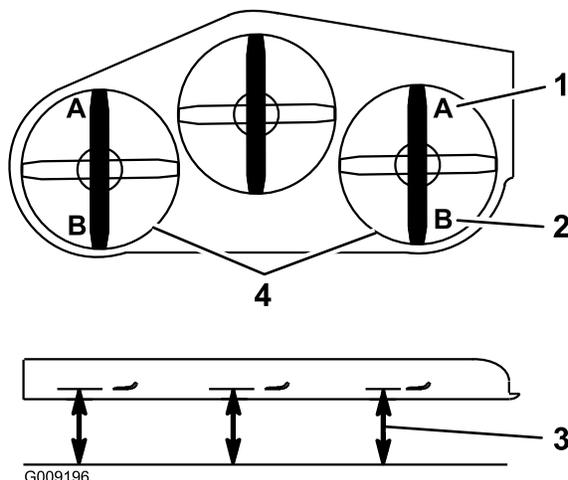

Figure 85
9. De chaque côté du tablier de coupe, mesurez la distance entre la surface plane et la pointe avant de la lame (position A). La distance obtenue doit être de 7,6 cm (3 po) (Figure 85).
15. De chaque côté du tablier de coupe, mesurez la distance entre la surface plane et la pointe arrière de la lame (position B). La distance obtenue doit être de 8,3 cm (3-1/4 po) (Figure 85).